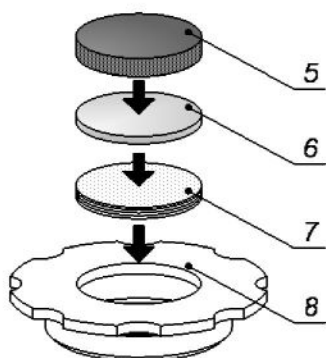

Рисунок 7
4.4.3.7 Во вставку 8 вложите от 7 до 10 обеззоленных фильтров 7, на них опустите стекло 6, и сверху зафиксируйте прокладкой 5 (см. рисунок 7, страница 9).